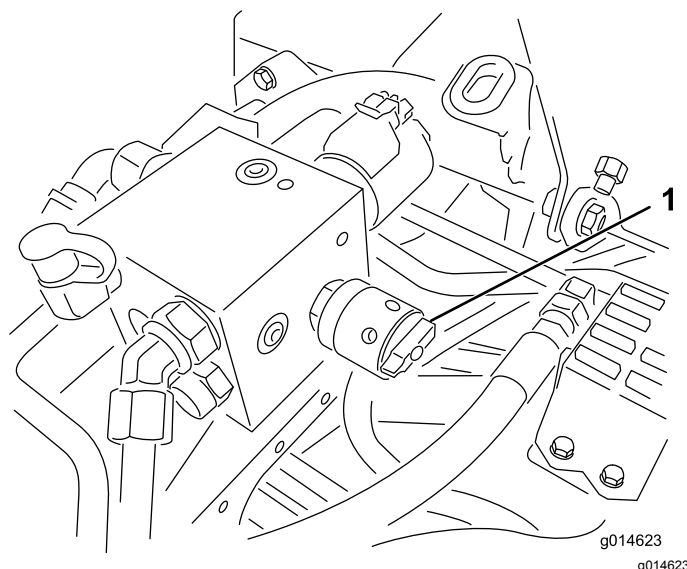

Рисунок 53
- Настройте частоту вращения барабана, повернув регулятор (Рисунок 53) так, чтобы стрелки указателя совместились с номером, который вы определили при выполнении пункта 3.
6. Поверните регулятор частоты вращения барабана в положение 1 (Рисунок 53).